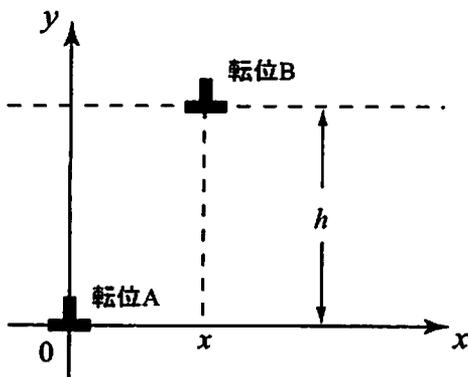

図4-1 異なるすべり面上にある同符号の平行な刃状転位AおよびB。
図4-1に示すように、ある金属結晶中で、紙面に垂直な $z$ 軸に平行な2本の刃状転位AおよびBが $h$  ( $h > 0$ )だけ離れたすべり面上に存在するとき、 $h$ を一定に保ってすべり運動する転位Bが、転位Aから受ける力について考える。ここで、転位AおよびBの転位線方向は共に $z$ 軸の正の向きとし、バーガスベクトルは共に $b = [b, 0, 0]$ とする。転位Aの位置を $z$ 軸上 ( $x=0, y=0$ )に固定したとき、転位Bが転位Aから受ける力の $x$ 成分は、すべり方向に測った距離 $x$ の関数として
- 問1. 図4-1において転位Bが $x = 2h$ の位置にあるとき、転位Bが転位Aから受ける $x$ 方向の力は、引力と斥力のどちらとなるか答えよ。